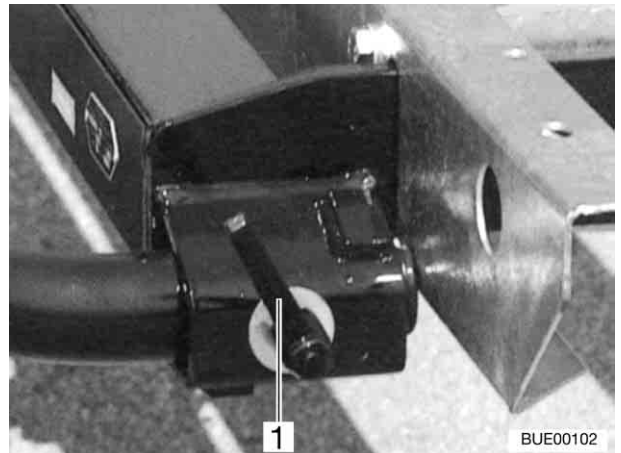
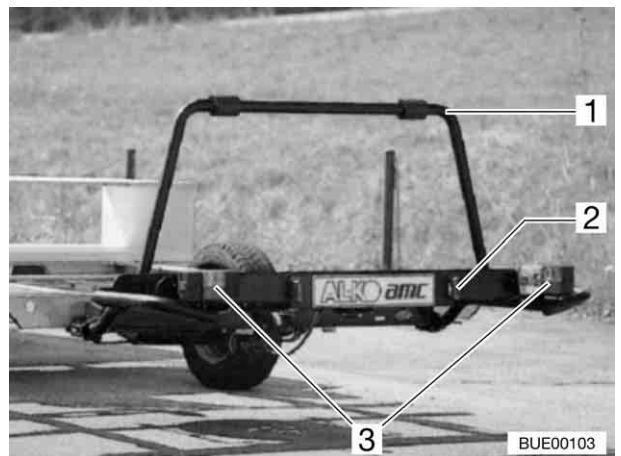

Fig. 203 Verrouillage rapide
Fig. 204 Porte-motos
- Réceptacle (Fig. 204,2) et étrier (Fig. 204,1) à verrouillage rapide (Fig. 203,1)
- Feu de recul et feu antibrouillard arrière (Fig. 204,3)